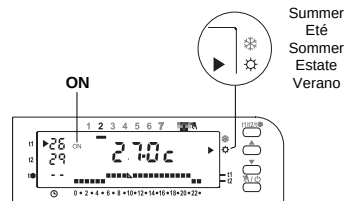

Fig. 19
If the controlled appliance is an air conditioner: press the ❄ / ☀ button for "**summer**" operation, displayed as: ►☀ (fig. 19).
Si l'utilisateur est un climatiseur: appuyer sur la touche ❄ / ☀ pour avoir le fonctionnement "**été**" visualisé par: ►☀ (fig. 19).
Wenn es sich bei der Anlage um eine Klimaanlage handelt: drücken Sie die Taste ❄ / ☀ um auf den Betriebsmodus "**Sommer**" umzustellen. Visualisierung: ►☀ (Abb. 19).
❄ / ☀ per avere il funzionamento **"estate"** visualizzato da: ▶ ☀ (fig. 19).
▶ ☀ (fig. 19).